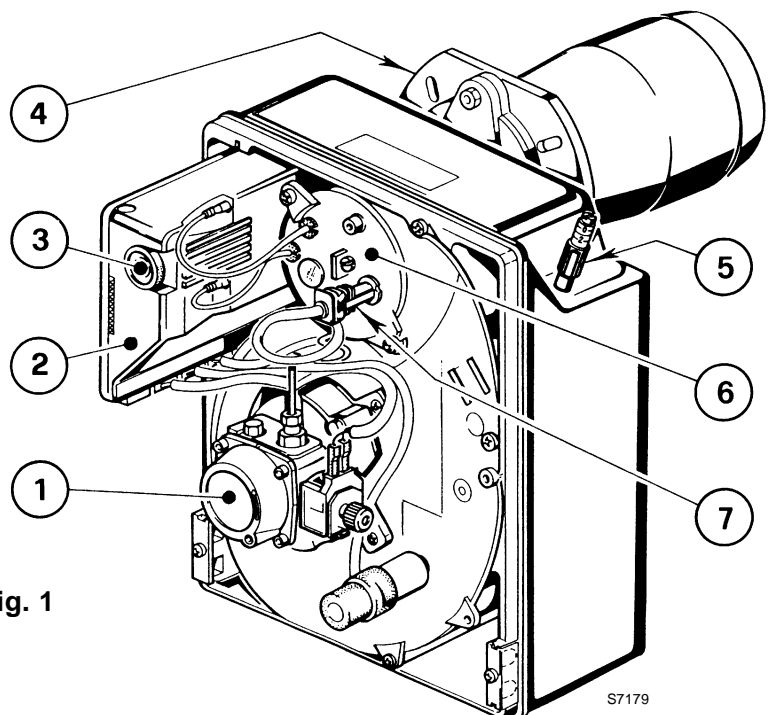

Fig. 1
C El bloqueo está señalizado por una lámpara en la caja de control (3, fig. 1, pág. 1).
- Efectuar la limpieza de la fotoresistencia (7, fig. 1, pág. 1).
Una anomalía, en la gran mayoría de los casos, da lugar a que se encienda la señal del botón de rearme de la caja de control (3, fig. 1, pág. 1).